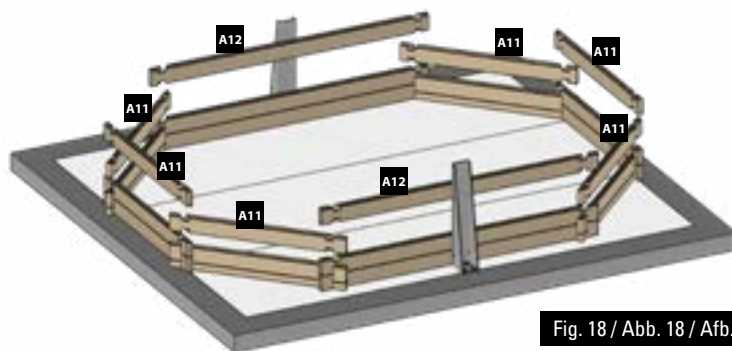

Fig. 18 / Abb. 18 / Afb. 18
**3rd LAYER OF BOARDS:** Install the third layer of boards as shown in figure 18. The position of the refilling fitting with the key and the skimmer should be defined at the start of the assembly (read the specific paragraphs).
**3ÈME RANGÉE MADRIERS :** Positionnez les madriers de la 3ème rangée conformément à la figure 18. Vous devez avoir déterminé l'emplacement de la buse de refoulement et du skimmer dès le début du montage (voir paragraphes spécifiques).
**3. BRETTERREIHE:** Platzieren Sie die Bretter der dritten Reihe laut Abb. 18. Zu Beginn der Montage müssen Sie die Lage des Druckventils und des Skimmers festlegen (lesen Sie hierzu die entsprechenden Abschnitte).
**3ª RIJ PLANKEN:** Plaats de planken van de derde rij zoals te zien is op afbeelding 18. U moet al bij aanvang van de montage bepalen op welke plaats het uitstroommondstuk en de skimmer moet komen (less de betreffende paragrafen).